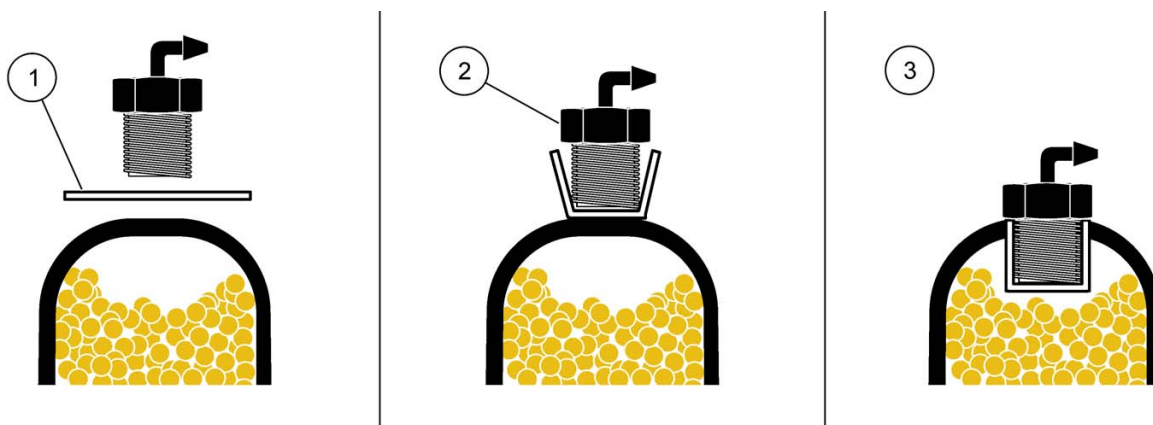

Figura 19 Sostituzione del filtro idrofobo
4. Posizionare un nuovo filtro sul foro. Verificare che la parte liscia del filtro sia rivolta verso l'interno del contenitore (Figura 19).